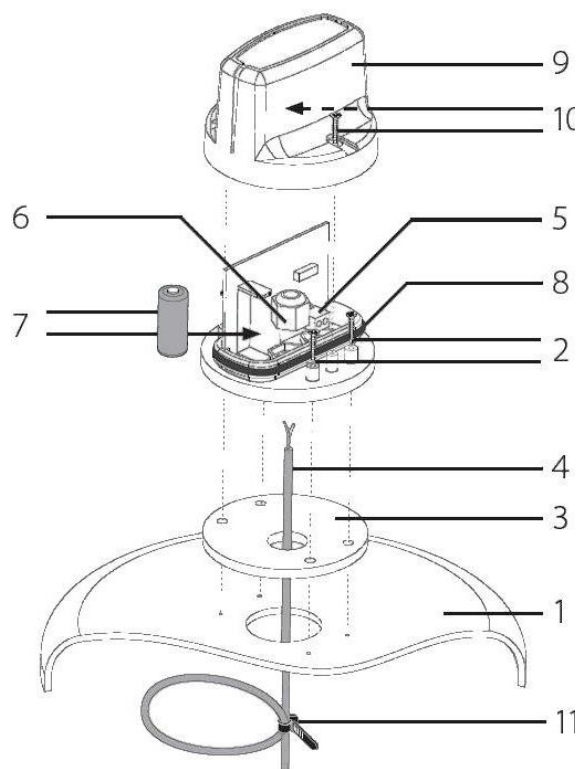

Рис. 18. Установка приемно-передающего устройства с датчиком в емкость.
На Рис. 18 указан принцип установки приемно-передающего устройства сигнализации Lokaset R. Приемно-передающее устройство закрепляется на крышке технического колодца при помощи болтов поставляемых вместе с сигнализацией (2); (4 шт 2.9–3 x 25 мм). Между устройством и крышкой устанавливаем резиновую прокладку (3). Для крепления устройства откройте его крышку. На крышке технического колодца делаем ввод для датчика с кабелем (4). Кабель датчика подсоединяется к коробке приемно-передающего устройства (5). Полярность кабеля не влияет на работу устройства. Закрепите сквозную втулку кабеля датчика (6). Чтобы кабель не вытягивался через сквозную втулку, закрепите его. Батарейка CR123A, поставляемая вместе с приемно-передающим устройством устанавливается в предназначенное ей место (7) полюс (+) вверх.